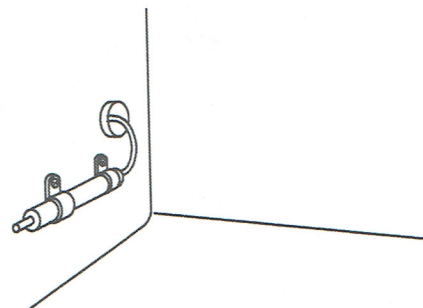

図 14
5. 記録計取付金具(MPR-S30:別売品)に同梱されているクリップ(中)を用いて、感温部をフリーザ内左側面の取付孔に固定します。(図 14)